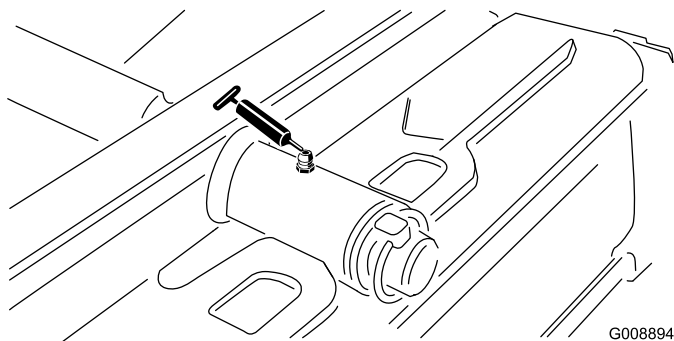

Figura 44
- Perno dell'apparato di taglio posteriore (Figura 44)